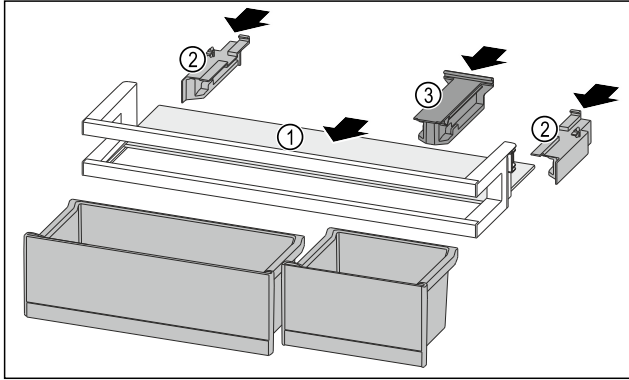

Fig. 149
- ▶ Abstellfläche Fig. 149 (1) in die seitlichen Aussparungen einschieben.
- ▶ Seitenteile Fig. 149 (2) einsetzen.
- ▶ Halteteil Fig. 149 (3) einsetzen.